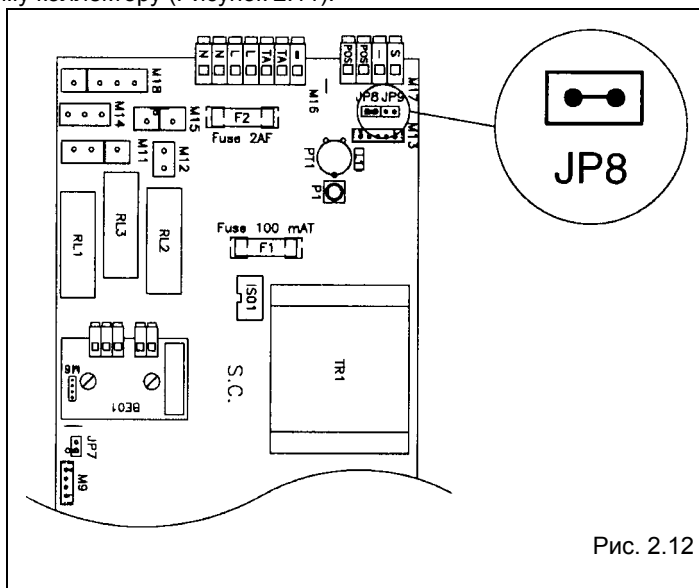

Рис. 2.12
На плате управления установите перемычку JP8 (Рисунок 2.12). Если у котла закрытая камера сгорания, снимите мостик и установите пружинки-заглушки.
На плате управления снимите перемычку JP8 (Рисунок 2.12). Если у котла закрытая камера сгорания, снимите пружинки-заглушки и установите мостик.
**Если вы переходите с метана на сжиженный нефтяной газ, необходимо убрать переключку JP8 (рисунок 2.12 на странице 18), чтобы увеличить напряжение на модуляторе и, следовательно, увеличить расход газа на горелке. Если вы переходите со сжиженного нефтяного газа на метан, проделайте обратную процедуру.**